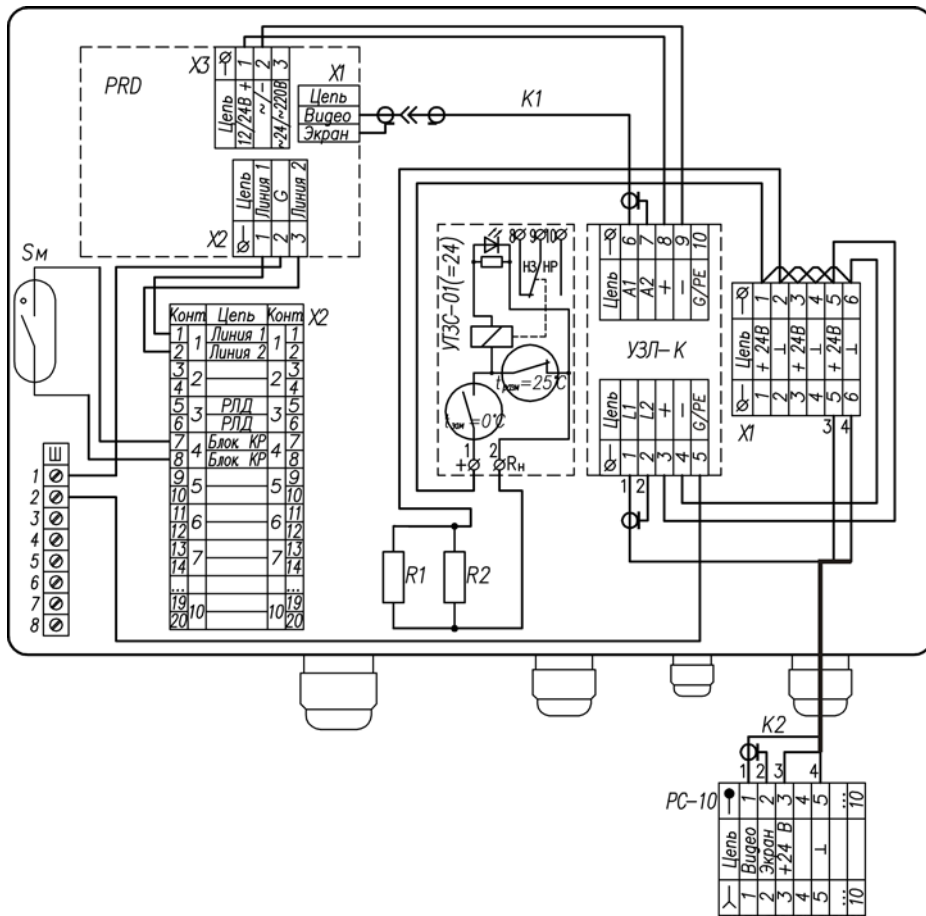
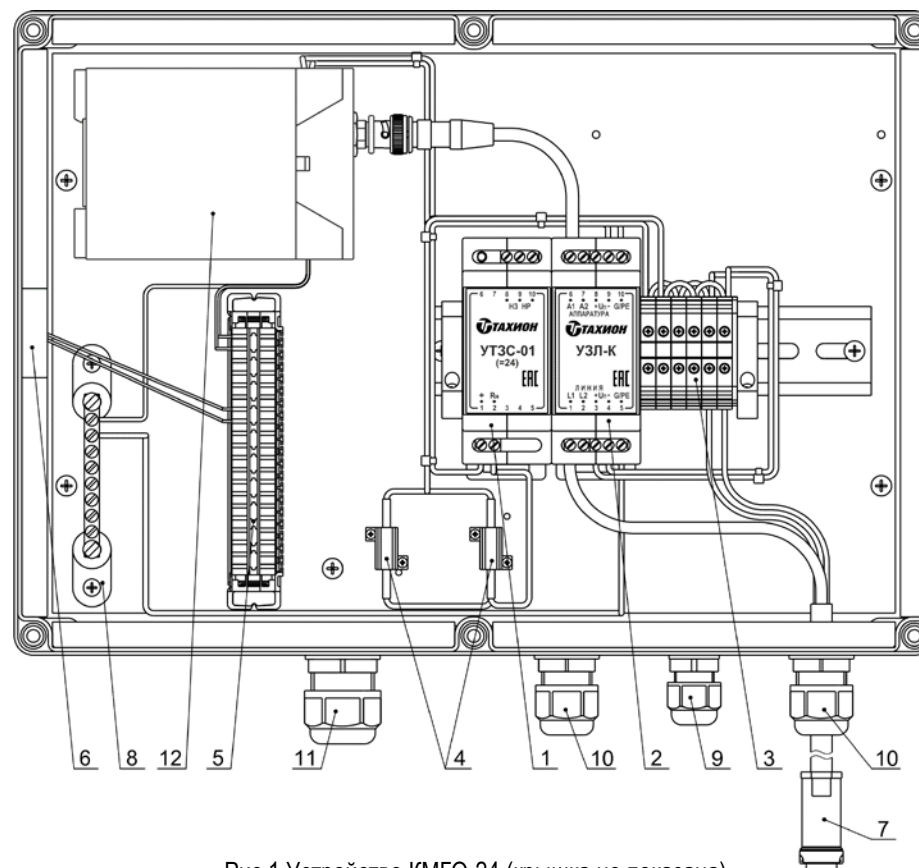

Рис.2 Схема электрическая принципиальная
Рис.1 Устройство КМГО-24 (крышка не показана)
В состав изделия входят (см. рис.1 и рис.2):
Подключение цепей изделия производится в соответствии со схемой электрической принципиальной рис.2. Для подключения необходимо:
1. Заземлить любой свободный контакт нулевой шины Ш (поз.8 рис.1).
4. Подключить магнитоконтактный извещатель Sm (поз.6 рис.1) к внешнему устройству сигнализации через контакты 7 и 8 (4-я пара) планты X2.
5. Розетку PC-10 (поз.7 рис.1) подключить к вилке PCG-10, установленной на гермовбоксе телекамеры.